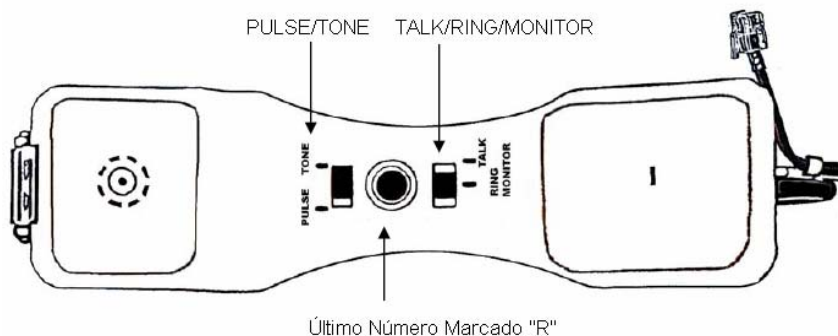

Figura 2
4.1 Interruptores (Figura 2):
Último Número Marcado: O botão “R” permite remarcar o último número marcado (figura 2). O número pode ser marcado por impulsos ou por tons de acordo com a posição do interruptor PULSE/TONE.